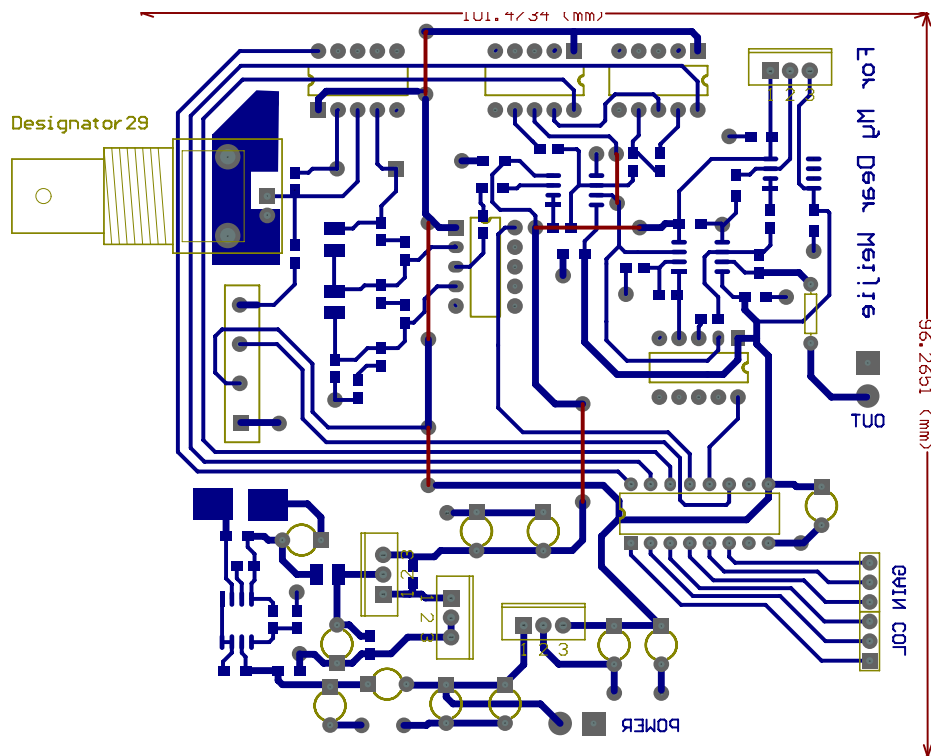

图 1: .程控放大器电路 PCB 板图
1. 程控放大电路印刷板见图1，具体制作成电路板见图2和图3，从图1中可以看出电源电路的大部分都是与程控放大器做在同一块电路板上，印刷板上边为程控放大器电路部分，下边为负压产生和正负电源稳压电路，在安装电路时首先安装并调试电源电路，在电源电路装调好后再安装放大电路，因为电源电路装好后需要调整，如果先安装放大电路那么调整电源电路时就要断开很多线，很麻烦，所以先装调电源再装放大电路，可以省去很多重复工作，具体做法电路调试中有详细介绍。从图2中可以看到5个深蓝色的长方体块，这是进行耦合方式选择和放大（衰减）倍数控制的继电器，体积仅比一个555大一点，当然在选择继电器时还可以选择别的继电器，只是电路板要进行一些变化，我选择的这个继电器（AQ-5V）在使用中有一些问题需要注意，一般的继电器线圈绕组供电没有正负极之分，而该继电器有正负极之分，接错了将没有动作，其第1脚为电源正，第10脚为电源负，在设计电路时要特别注意。从图2中还可以看出正面的覆铜层全部用来接地，做法如前所述。